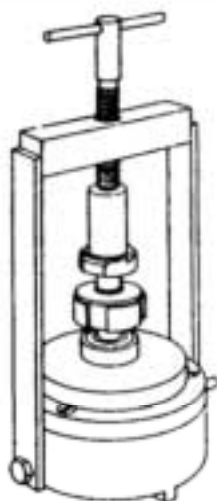

Figure 7.1
- Placer la douille d'assemblage des roulements (T-101) en bout de l'arbre de rotor. (Voir figure 7.1)